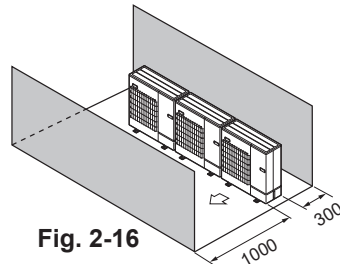

Fig. 2-16
- ④ Hindernisse nur auf der Vorder- und Rückseite (Fig. 2-16)